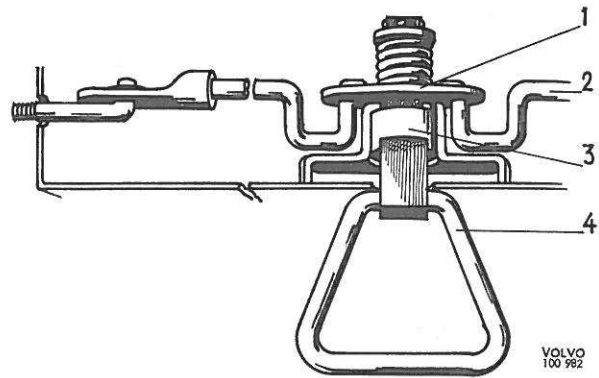

Figure 11. Verrouillage de la banquette arrière (version break)
Le dossier de la banquette arrière est également rembourré de mousse plastique et habillé de toile plastique vinylique. Il est revêtu à l'arrière d'un tapis et constitue, en position rabattue, le prolongement du plancher du compartiment à bagages. En position relevée, il est verrouillé par un dispositif de verrouillage, voir figure 11, dont la poignée (4) actionne les goupilles de verrouillage par l'intermédiaire de l'excentrique (1) et des tiges de commande (2). Sur le plancher, le dossier repose sur une goupille de verrouillage fixe à droite et une goupille de verrouillage élastique à gauche.